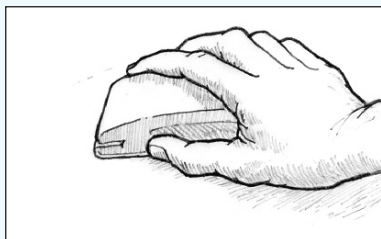

Figure 32 Poncer pour obtenir une finition lisse.
3. Poncez jusqu'à obtenir une finition lisse (*Figure 32*). S'il y a des coulures, commencez avec un papier abrasif de grain 80 pour enlever les zones surélevées. Poncez jusqu'à obtenir une surface au profil souhaité. Complétez le ponçage avec un grain approprié à la couche appliquée – vérifiez les instructions de l'enduit. L'adhésion de la peinture dépend des accroches mécaniques entre la peinture et les éraflures de la surface époxy. Si un primaire utilisé pour combler les imperfections mineures doit être appliqué, un grain de 80-100 est habituellement suffisant. Un grain de 120-180 peut être adéquat pour les primaires et les enduits à haut extrait sec. Un grain 180 est souvent recommandé pour les peintures ou les vernis à finition très brillante. Des grains plus fins n'apporteront pas assez d'accroches mécaniques pour une bonne adhésion et peuvent encourager les coulures. Suivez toujours les instructions du fabricant de la peinture pour préparer la surface. Un ponçage à l'eau est préféré par la plupart des gens, car il produit moins de poussière et permet d'associer les étapes 2 et 3.